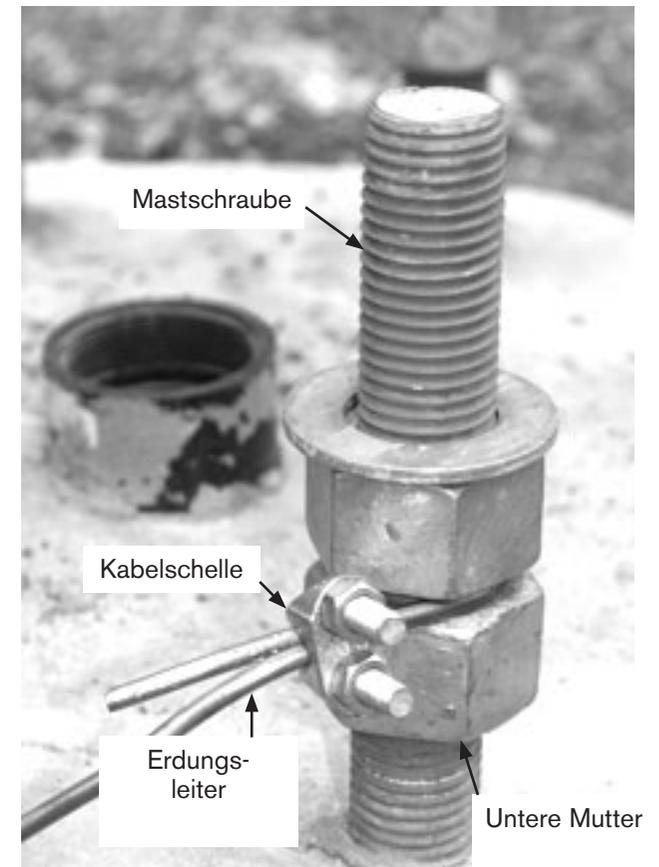

Abb. 3: Schraube im Mastfundament
- c) Nehmen Sie ein Ende des Erdungsleiters und wickeln Sie es einmal zwischen oberer und unterer Mutter um die Mastschraube mit der Zusatzmutter herum. Tragen Sie auf die Kontaktflächen zwischen Erdungsleiter und Kabelschelle großzügig Fugenfüllstoff auf. Sichern Sie die Leiterschleife mit einer Kabelschelle, sodass die Mastmuttern voneinander abgetrennt sind und die Schleife satt um die Mastschraube anliegt (siehe **Abb. 3**). Die Kabelschelle ist erforderlich, damit der Erdungsleiter beim Anziehen der unteren Mutter nicht aus dem Zwischenraum zwischen den Muttern herausrutscht.
- d) Stellen Sie sicher, dass die einander zugewiesenen Oberflächen von unterer und oberer Mutter schmutzfrei und vollkommen sauber sind. Reinigen Sie die Oberflächen wenn nötig. Dies ist wichtig für eine gute elektrische Verbindung zwischen Erdungsleiter und Mast. Ziehen Sie die untere Mutter in Richtung der oberen mit einem ausreichenden Drehmoment an (mind. 68 Nm), um den Erdungsleiter sicher festzuklemmen (siehe **Abb. 3**).